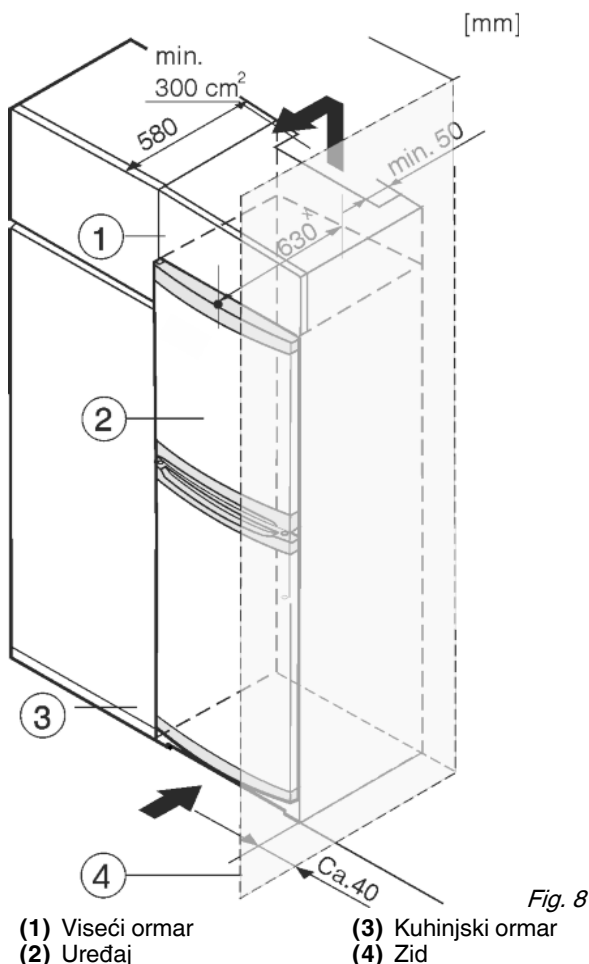

Fig. 8
- (1) Viseći ormar
- (2) Uređaj
- (3) Kuhinjski ormar
- (4) Zid
Uređaj se može adaptirati za ugradnju u kuhinjske ormare. Kako biste uređaj *Fig. 8 (2)* prilagodili visini kuhinjskog namještaja, iznad uređaja možete postaviti viseći ormar *Fig. 8 (1)*.
Kod adaptacije s normalnim kuhinjskim ormarima (dubina maks. 580 mm) uređaj se može postaviti direktno uz kuhinjski ormar *Fig. 8 (3)*. Uređaj stoji bočno 34 mm * i u sredini uređaja 50 mm * nasuprot pročelju kuhinjskog ormara.
Kada se uređaj postavlja s okovima pored zida *Fig. 8 (4)*, razmak između uređaja i zida mora iznositi najmanje 40 mm. To odgovara stajanju ručice kod otvorenih vrata.